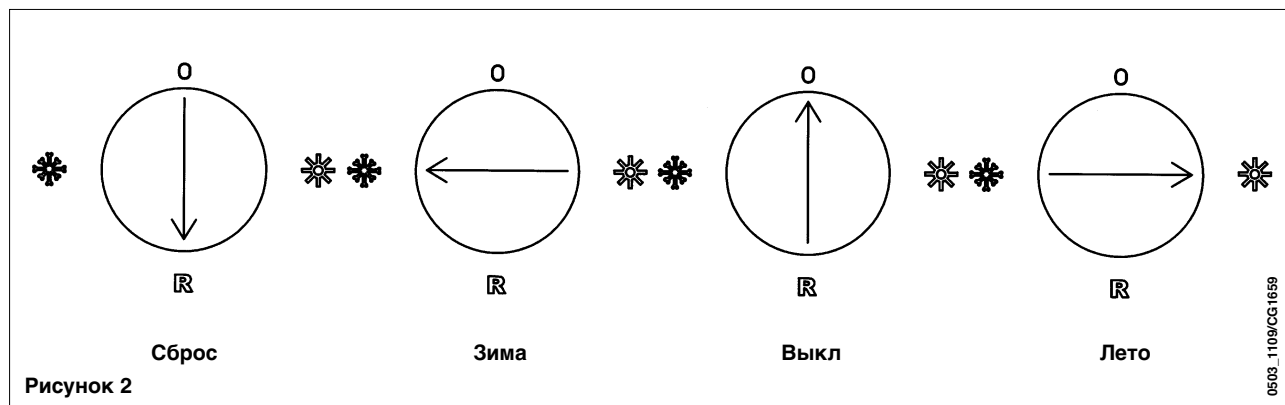

Рисунок 2
- 3) поверните переключатель, установив котел в положение Лето (☀) или Зима (❄) (рисунок 2);
- 4) поверните ручки регулировки температуры воды в отопительной системе (2) и в контуре ГВС (1), чтобы зажечь главную горелку.
3 Переключатель (рисунок 2)
Во время этой операции переключатель Лето/Зима (Рис. 2) должен находиться в положении Выкл. (0).
Для восстановления нормальных условий работы (сброса) установите переключатель (рисунок 2) в положение "R" не менее, чем на 2 секунды. В случае неоднократного срабатывания этого устройства обратитесь в авторизованный сервисный центр.
Внимание: При переключателе (рис. 2), установленном в положение Зима (❄️), после каждого срабатывания устройства регулировки температуры в системе отопления (2 - рис. 1) требуется несколько минут ожидания перед тем, как происходит новое зажигание горелки.
Для немедленного зажигания переставьте переключатель (рис. 2) в положение 0 и затем снова в (❄️).